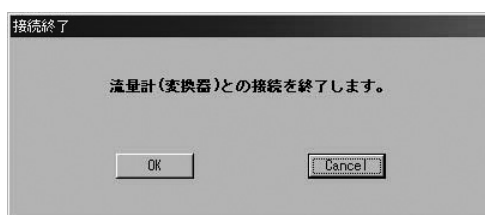

図13
- ② 図13のようなメッセージボックスが現れますので、「OK」ボタンをクリックしてください。これで流量計とLinkTopとの接続は終了となります。
- ③ 「Cancel」をクリックすると接続終了の操作を中止します。